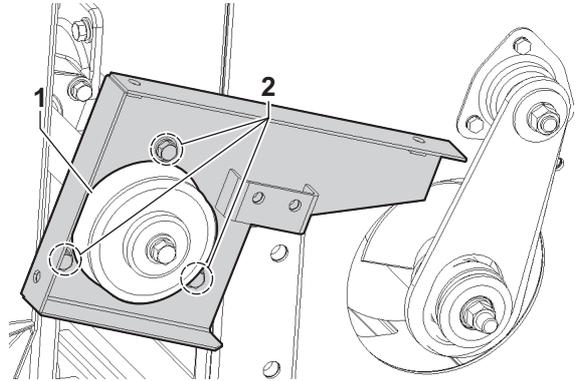

図 2-28
20. ステア (2軸 (1) をボルトM8×16 (2) (3本)で組み付けます。(図 2-28)